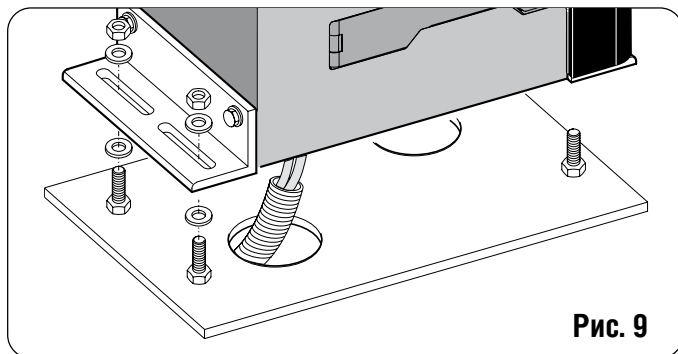

Рис. 9
3) Закрепить блок управления на плите шайбами и гайками из комплекта, как показано на рис. 9